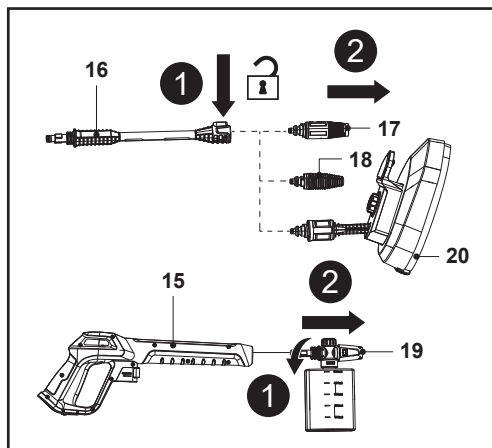

Fig. 17
1. Deconectează duza (17 / 18 / 20) de la extensia de lance (16) sau duza pentru recipientul cu detergent (19) de la pistolul pulverizator (15) (fig. 17).